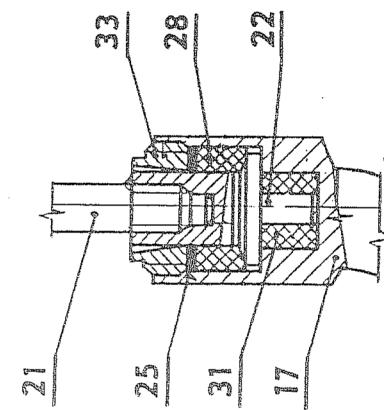

Rys. 3
Na wąż silnika elektrycznego, zob. rys. 3, należy nasunąć sprzągło silnika (32) i przykręcić śrubą M5 (20) z nasuniętym pierścieniem uszczelniającym 5x9 (23). Samodzielnie należy zmontować kompletny dążek łączący (73) w następujący sposób (rys. 2). Na dążek łączacy (21) trzeba nasunąć po kolejni nakrętki (33), podkładkę (25), wkrętkę osiową (28). Dalej należy nakręcić czop przegubu (22) i dokręcić. Tak samo